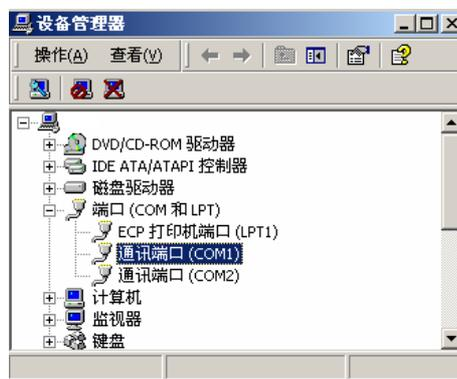

图 2
- 1) 打开计算机的控制面板，点击“设备管理器”，在“设备管理器”对话框中（如图 2）双击通讯端口（COM1）；